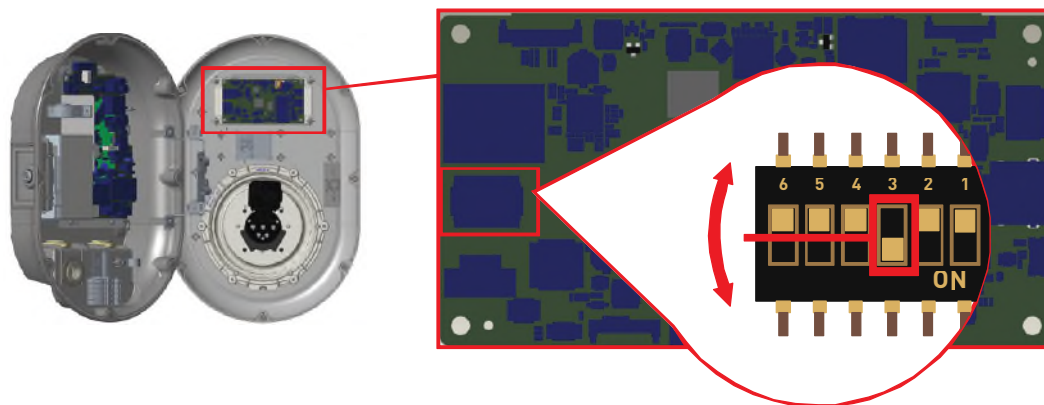

Figure.25
- Si vous souhaitez activer l'interface web de configuration, la troisième position du dipswitch doit être en position « ARRÊT » comme indiqué sur la figure 25.
- Si vous souhaitez désactiver l'interface web de configuration, la troisième position du dipswitch doit être en position « MARCHÉ » comme indiqué sur la figure 25.